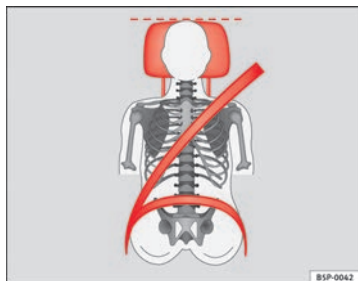
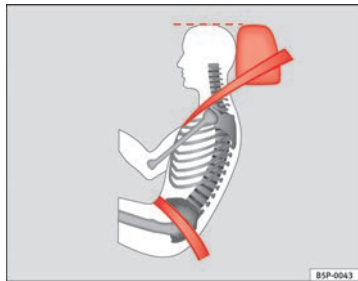

Abb. 3 Richtig eingestellte Kopfstütze von vorne betrachtet
Abb. 4 Richtig eingestellte Kopfstütze von der Seite betrachtet
- Stellen Sie die Kopfstützen so ein, dass sich die Oberkante der Kopfstütze möglichst auf einer Linie mit dem oberen Teil Ihres Kopfes bzw. mindestens auf Augenhöhe befindet. ⇒ Abb. 3 und ⇒ Abb. 4.